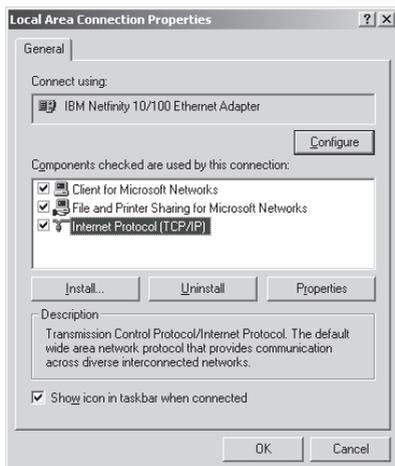

Рис. 9. Окно свойств подключения по локальной сети
- Выберите *Internet Protocol (TCP/IP) [Протокол Интернета (TCP/IP)]* и щелкните по кнопке *Properties (Свойства)*, см. рис. 9: